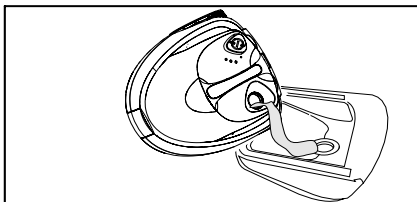

Figure 10
- ➔ Vider l'eau. Pour ce faire, faire basculer l'appareil sur le coin et utiliser l'entonnoir (voir Figure 10).